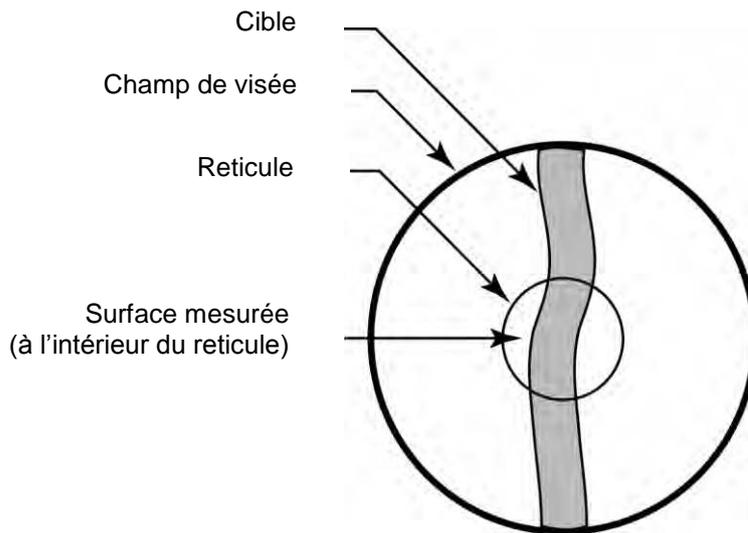

Figure 8 : Vue dans l'oculaire d'un capteur bichromatique (2-Couleurs)
2. Placez votre œil derrière l'oculaire et positionnez le capteur de manière à ce que le réticule soit au milieu de la surface de la cible (Voir : Figure 8).